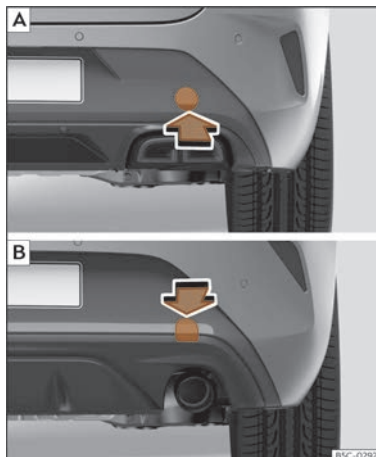

Fig. 221 Partea dreaptă a barei de protecție spate: demontați capacul. [A] Leon Sportstourer; [B] Leon.
Locul de instalare a inelului de tractare cu filet este în partea dreaptă a barei de protecție spate, în spatele unui capac >>> fig. 221.
• *Leon Sportstourer*: Apăsați partea inferioară a capacului >>> **fig. 221**  pentru a-l desprinde.
• *Leon*: Apăsați partea superioară a capacului >>> **fig. 221**  pentru a-l desprinde.
• Înșurubați inelul de tractare în carcasă, prin rotire completă **în sens antiorar** >>> **fig. 221**, >>> **fig. 221**. Utilizați un obiect adecvat, care să permită strângerea completă și sigură a inelului de tractare pe carcasă.